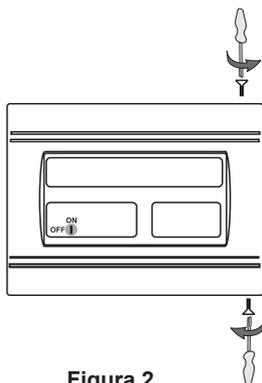

Figura 2.
- Desatornille los dos tornillos - vea la Figura 2.